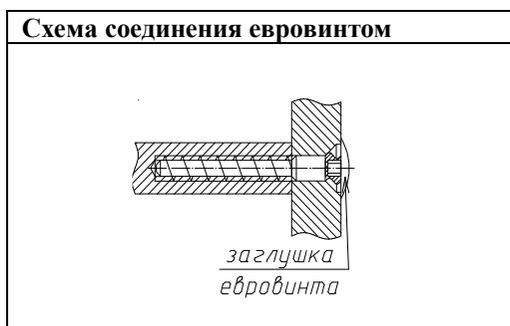
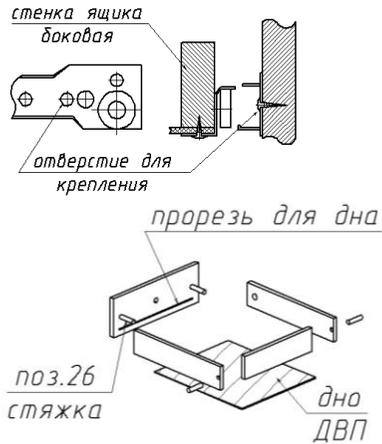
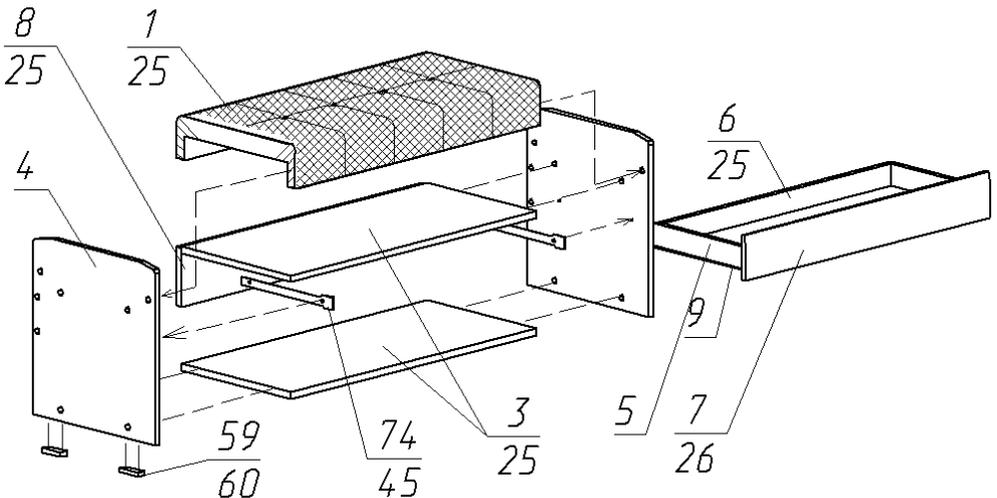

Рис.1
Рис.2
Рис.3
1. Собрать каркас банкетки по прилагаемой схеме сборки (рис.3) с помощью евровинтов (рис.1) предварительно установив роликовые направляющие (рис.2) на боковые стенки банкетки.
3. Собрать и установить ящик выдвигной по схеме (рис.2).